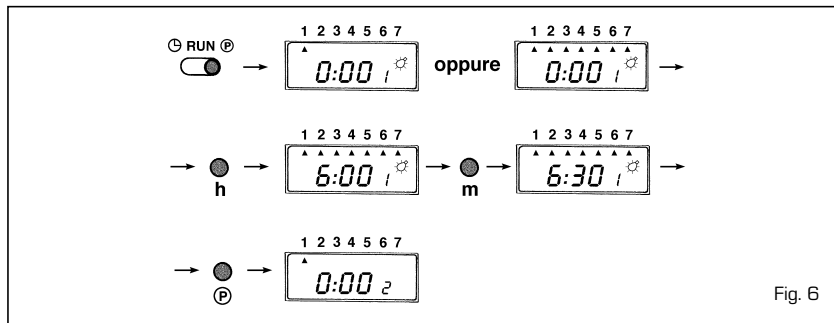

Fig. 6
- **Predisposición del programa (fig. 6)**